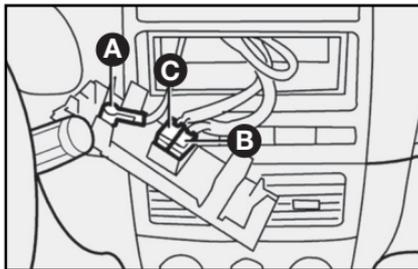

fig. 119
- Cables para la alimentación de la radio **C-fig. 119**.
- Cables para los altoparlantes y tweeters **B-fig. 119**.
- Cable para antena de techo **A-fig. 119**.
- Cable para la alimentación de la radio **C-fig. 119**.
- Cable para altoparlantes delantero y trasero **fig. 119**.